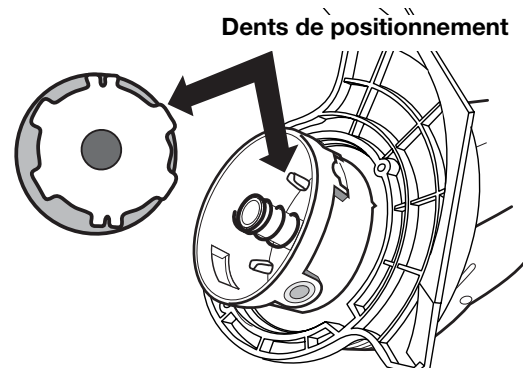

Fig. 12
4. Vérifiez l'état d'usure des dents de positionnement du moulinet et de la bobine (Fig. 12). Enlevez les ébarbures ou remplacez le moulinet et la bobine au besoin.